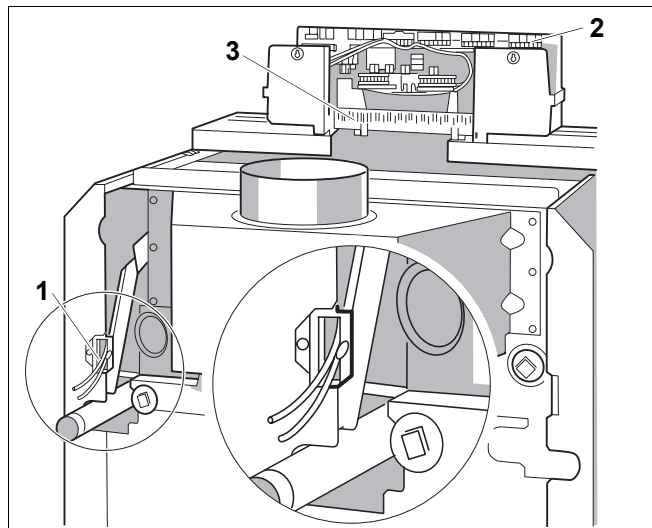

Fig. 13 Tragerea cablului și legătura cu priza
- Conexiunile electrice din construcție și conexiunile supravegherii gazelor arse vor fi introduse din spate (Fig. 13, **Poz. 1**) la aparatul de reglare.
- Stabiliți racordurile electrice conform planului de conexiuni (Fig. 13, **Poz. 2**) cu aparatul de reglare (Fig. 13).